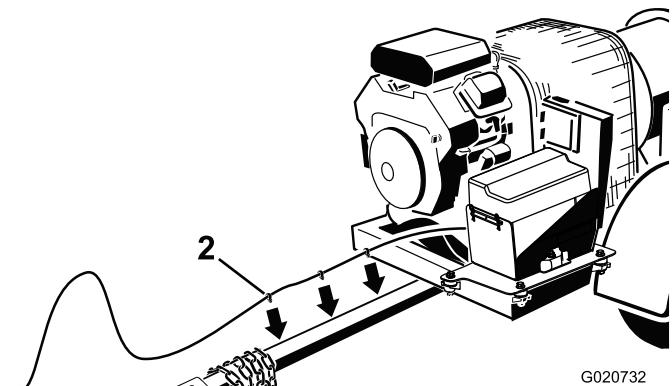

Bild 7
3. Verlegen Sie den Kabelbaum an der rechten Seite des Anbauvorrichtungsrohr entlang (Bild 7).
4. Stecken Sie zur Befestigung die Kabelbaumclips in die Löcher an der Seite des Anbauvorrichtungsrohrs (Bild 7).